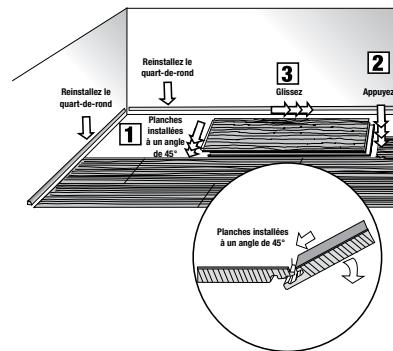

Fig. 7
- Remplacez la planche endommagée par une nouvelle planche. Réassemblez le plancher (Fig. 7).